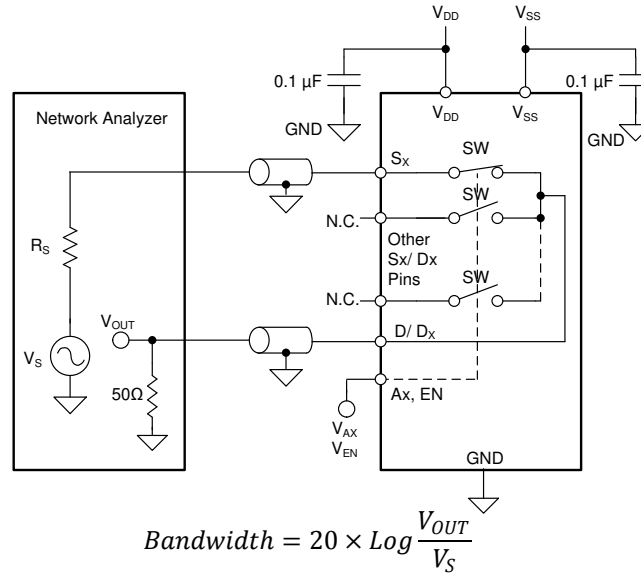

図 7-11. 帯域幅測定時の設定
帯域幅 (BW) は、入力をオンチャンネルのソースピン (Sx) に印加し、MUX80x-Q1 のドレインピン (D または Dx) で出力を測定したときに、減衰量が 3dB 未満である周波数の範囲として定義されます。および 図 7-11 に、スイッチの帯域幅を測定する際の設定を示します。